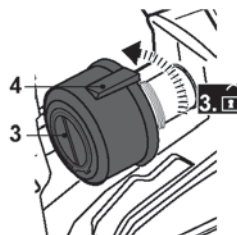

Fig. 2
- > Tournez la bague de verrouillage [4] vers la droite et maintenez-la dans cette position (Fig. 2).